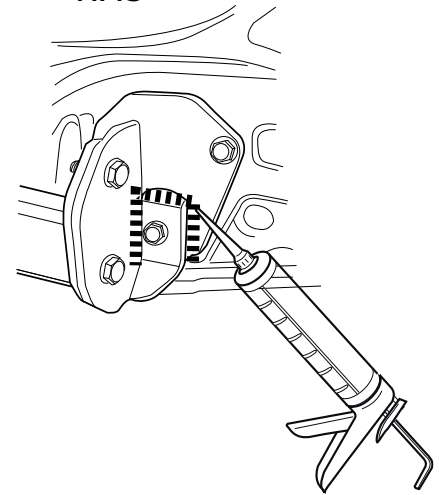

Fig.5
10. Герметизировать обозначенные части (см. рис. 5).